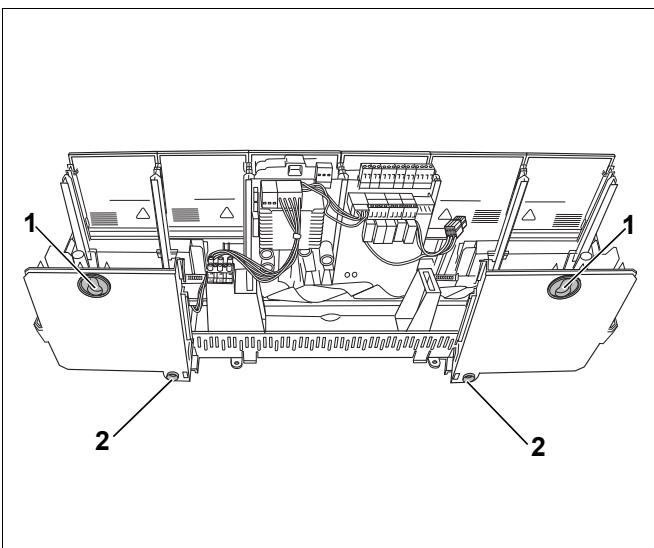

Рис. 3 Задняя сторона системы управления, отверстия для крепления
- Пробейте отверткой два верхних крепежных отверстия системы управления (\rightarrow рис. 3, [1]).
- Закрепите систему управления на стене четырьмя винтами (\rightarrow рис. 3, [1] + [2]).